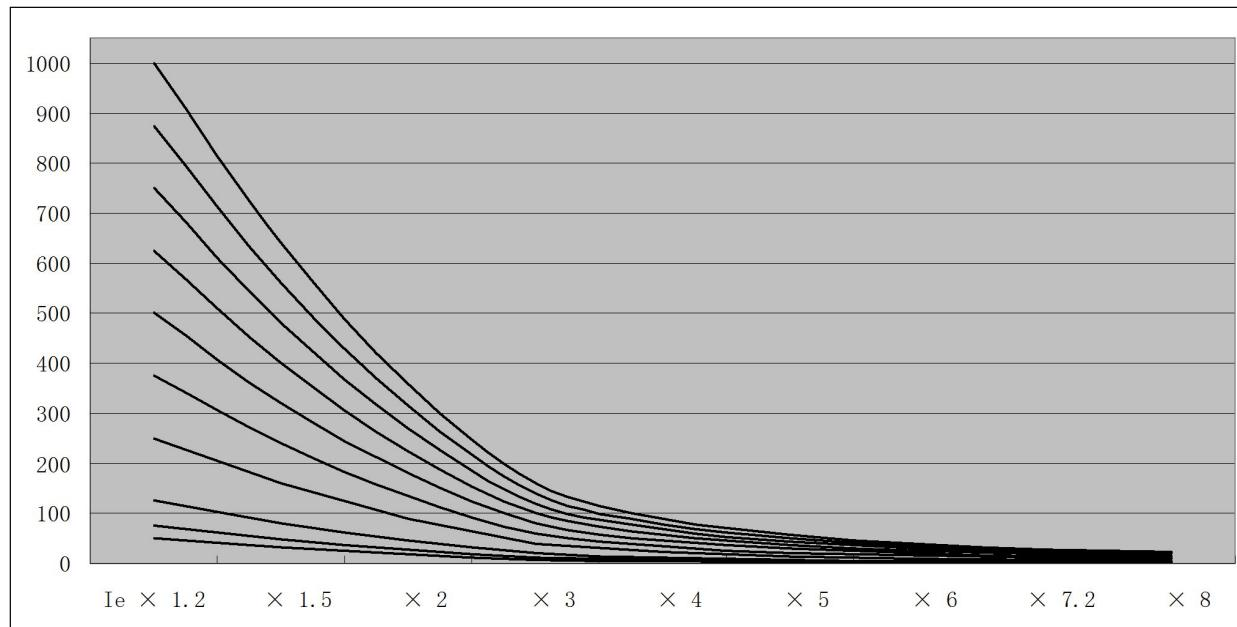

图 21 过载特性曲线图
■ 过载保护电流一时间对照表如表 18 所示，过载特征曲线图（K 曲线图）如图 21 所示。